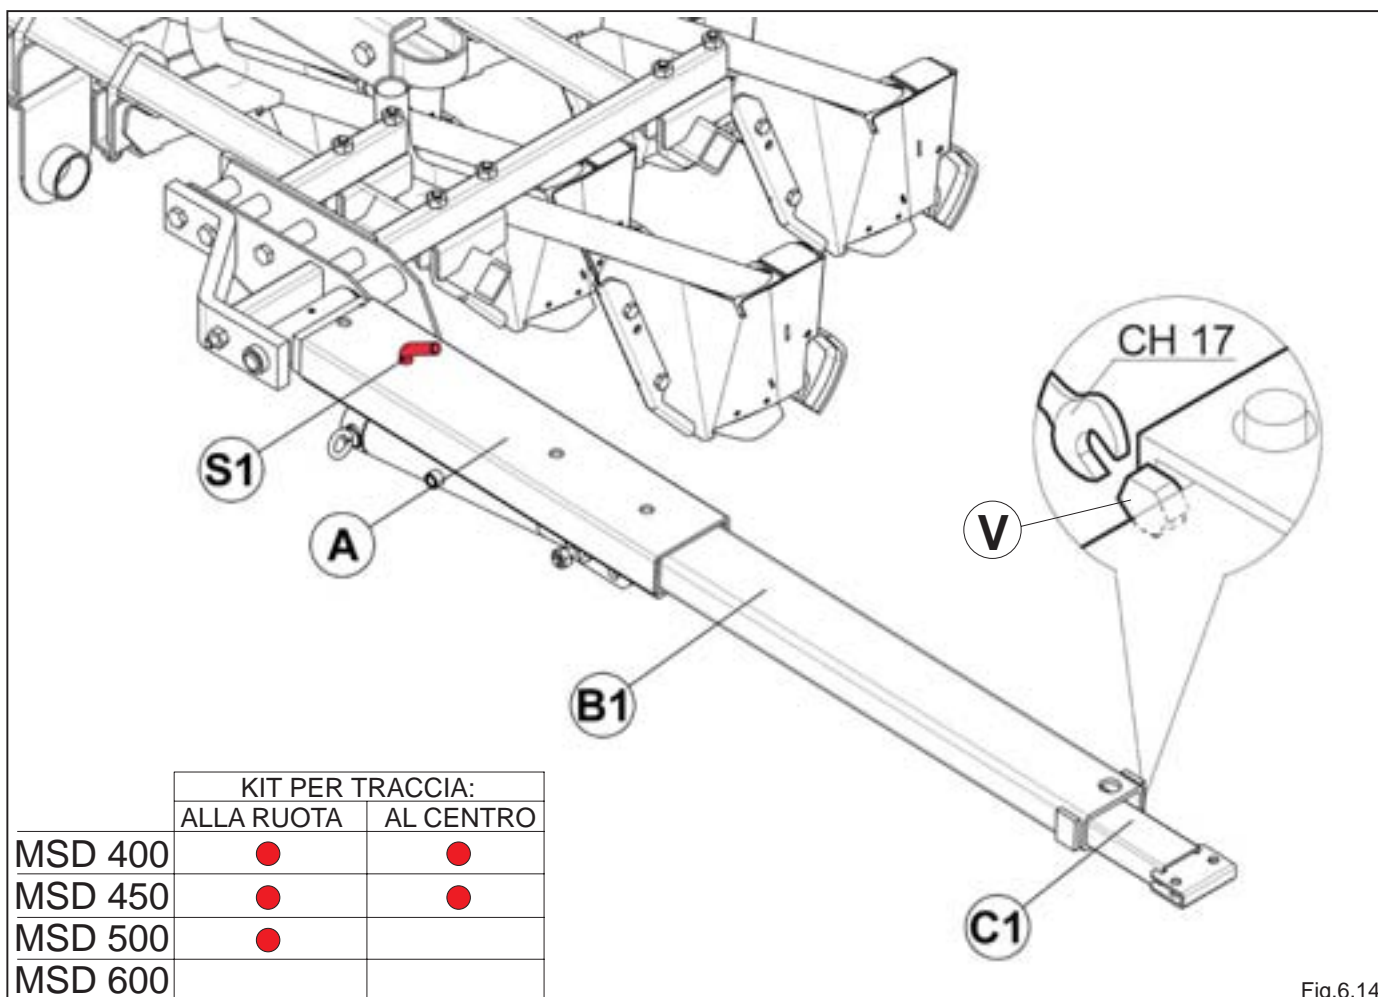

Fig.6.14
- Una parte fissa al telaio **A**, da un braccio intermedio **B1** e da una prolunga **C1** sulla quale va innestata la zappetta a molla (Fig.6.14).
- Accertarsi che il braccio intermedio (**B1** o **B2**) sia inserito e bloccato dalla spina **S1** (Fig.6.14 - 6.15).